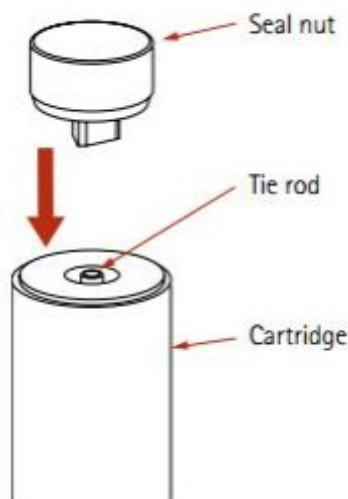

Рисунок 1. Фиксация фильтрующего картриджа (только для двусторонних картриджей).
5. Отвинтите гайки на основном сборном узле (дополнительные части для корпуса фильтра с несколькими картриджами и адаптерами 222, 226 или кодом 7, кодом 8 и т. д.) или отвинтите гайки от стяжных болтов (только для двусторонних картриджей, см. рис. 1)